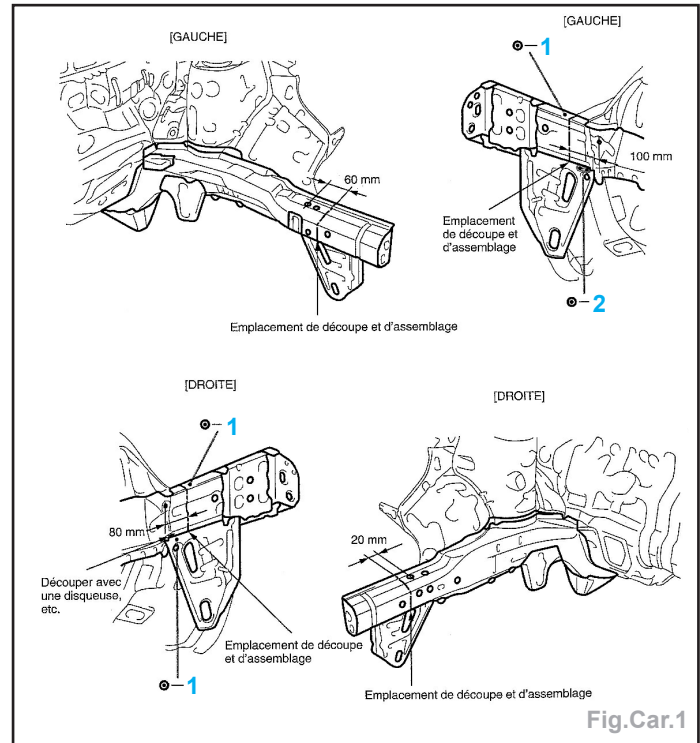

Fig.Car.1
- Tracer suivant la figure, puis découper à l'aide d'une meule assiette ou d'une scie alternative (Fig.Car.1).